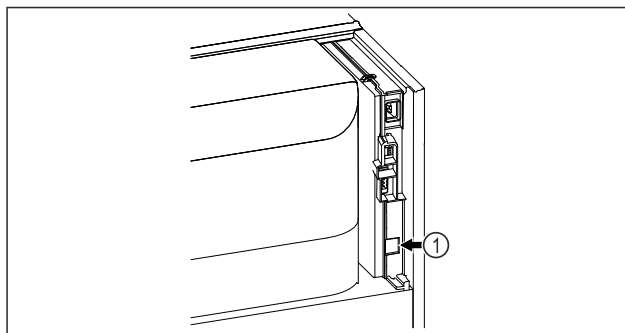

Fig. 59
- SmartModule Fig. 59 (1) er satt inn.